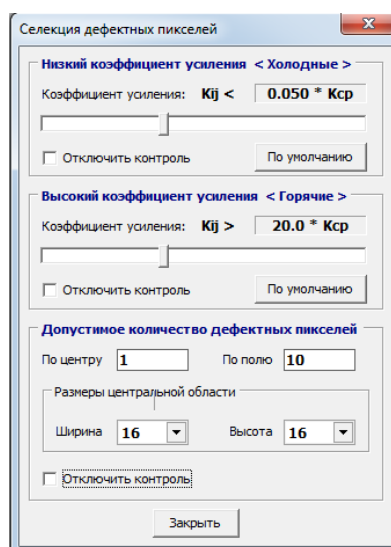

Рис.23 Окно «Селекция дефектных пикселей»
Пункт меню «**Селекция**» вызывает окно «**Селекция дефектных пикселей**». Окно позволяет задать пороги, на основе которых принимается решение о дефектности пикселя, а также допустимое число дефектных пикселей по полю и по центру матричного ФПУ и, собственно, размеры центральной зоны, рис.23.
4.2.4.1 Выполните пункт «**Селекция**» главного меню. При этом откроется окно «**Селекция дефектных пикселей**», рис.23.